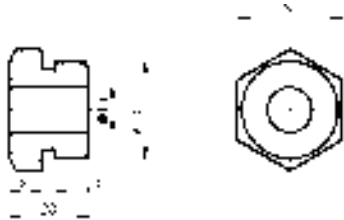

图 6-38 线性尺寸标注
3) 标注线性尺寸。单击“标注”工具栏中的“线性”按钮, 标注线性尺寸, 结果如图 6-38 所示。